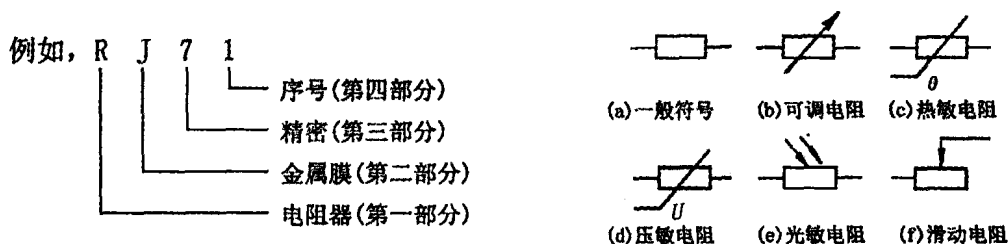

图 1-1 常见的电阻器电路图形符号
(2) 电路图形符号 常见的电阻器电路图形符号如图 1-1 所示。